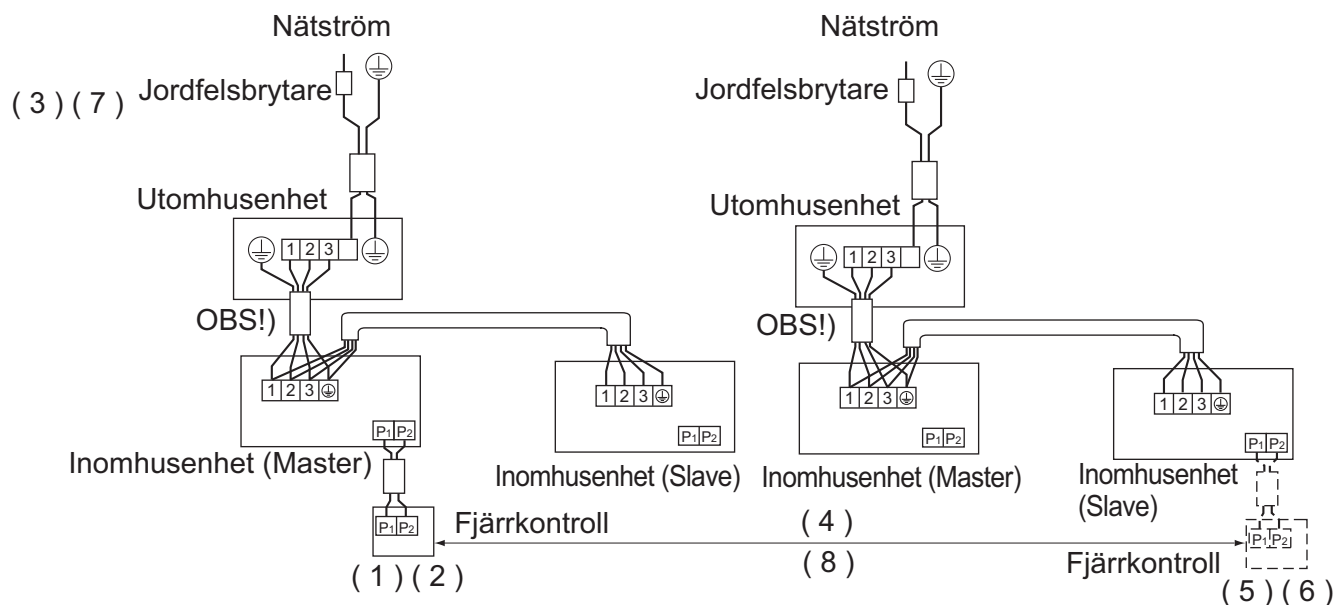

Bild 29
- Utför följande moment vid separat inställning av primär- och sekundäraggregat. (Se bild 29)
- (1) Ändra ANDRA KODNR. till "02". Individuell inställning, så att sekundäraggregatet kan inställas individuellt. (Se tabell 9)